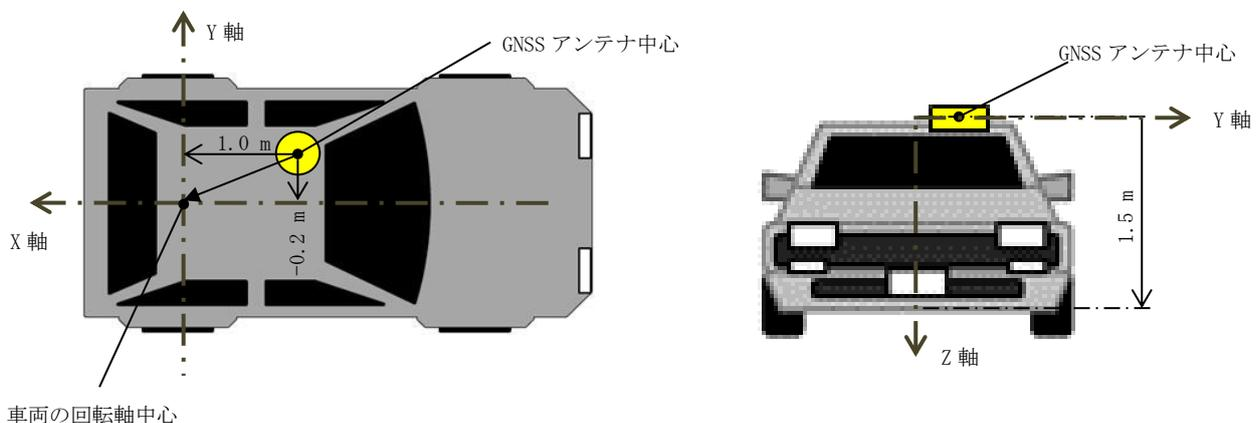

図 5.24 車両回転軸中心-アンテナ間距離計測例
- ① アンテナ設置位置と車両の回転軸中心との X 軸方向距離、Y 軸方向距離を計測します。また、アンテナ設置位置と車両のタイヤ中心との Z 軸方向距離を計測します。(例、図 5.24)
- ② X 軸方向の設定では、パラメータ変更画面で『63』と入力し、『Enter』キーを押します。
- ③ 測位計算位置を車両回転軸中心に変更するため、『1.00』と入力し、『Enter』キーを押します。
- ④ Y 軸方向の設定では、パラメータ変更画面で『64』と入力し、『Enter』キーを押します。
- ⑤ 測位計算位置を車両回転軸中心に変更するため、『-0.20』と入力し、『Enter』キーを押します。
- ⑥ Z 軸方向の設定では、パラメータ変更画面で『65』と入力し、『Enter』キーを押します。
- ⑦ 測位計算位置を車両タイヤ中心へ変更するため、『1.50』と入力し、『Enter』キーを押します。
- ⑧ パラメータ変更画面が再読み込みされ、更新されたパラメータ変更画面を表示します。『63. arm_x=1.00[m]』、『64. arm_y=-0.20[m]』、『65. arm_z=1.50[m]』となっていれば、測位計算位置変更の入力成功です。